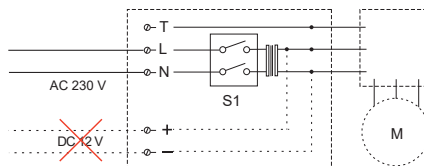

Abbildung 6: Pulsar Basic 230 V AC mit Dauerlüftung
- Anschluss siehe Abbildung 6.